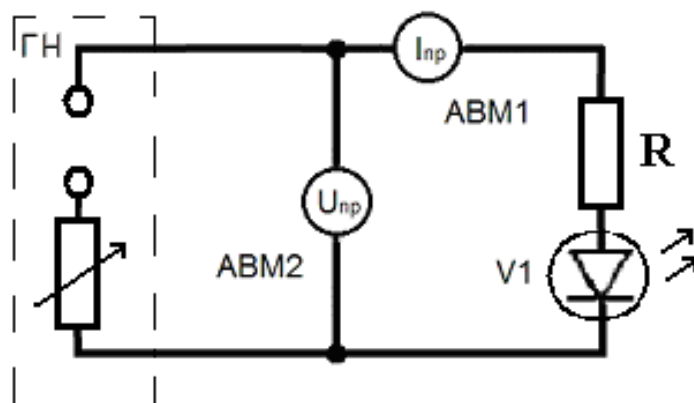

Рис. 2.41. Схема для снятия характеристик светодиода
1. Установить на лабораторном стенде плату № 10 из рабочего комплекта, собрать электрическую схему с помощью соединительных проводов (рис. 2.41), подключив источник напряжения ГН и измерительные приборы АВМ1, АВМ2.
3. Рассчитать сопротивление  $R_d$  и падение напряжения на светодиоде  $U_d$ , используя уравнение для контура (см. рис. 2.41):
6. Собрать схему с двухцветным светодиодом (см. рис. 2.41).
9. Собрать схему с трехцветным светодиодом (см. рис. 2.41).